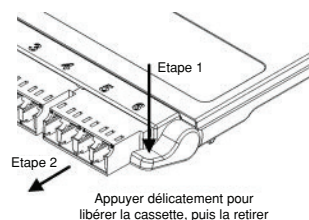

Figure 15
5.4.4 Pour la retirer, appuyer sur le bouton de déverrouillage et faire glisser la cassette ou la plaque d'adaptation vers l'avant (Figure 15).